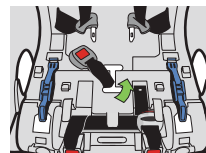

Figura 11
- Deslice el cinturón hacia un lado de la ranura de la correa de la entrepierna y empuje el borde del cinturón hacia la ranura de ajuste, como se muestra en la **figura 11**.